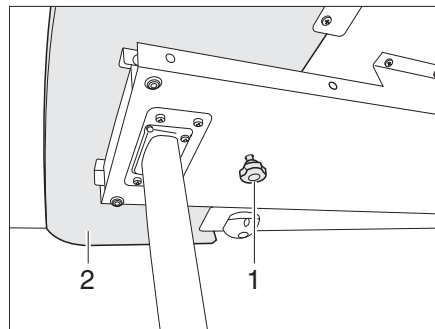
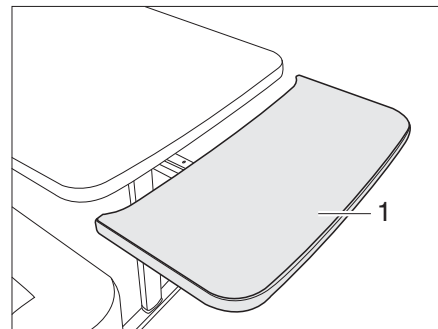

Fig. 91 Verrouillage de la rallonge de table
Fig. 92 Rallonge de table
- Desserrer la vis moletée (Fig. 91,1).
- Faire entièrement sortir la rallonge de table (Fig. 91,2) (Fig. 92).
- Faire opérer un arc de cercle vers le haut à la rallonge du plateau de table (Fig. 92,1). La rallonge du plateau de table affleure au plateau de table.
- Tirer à fond la rallonge du plateau de table (Fig. 92,1) dans le sens opposé au plateau et la pousser vers le bas en forçant la résistance des ressorts de retenue. La rallonge du plateau de table descend en opérant un arc de cercle (Fig. 92).
- Serrer la vis moletée (Fig. 91,1).